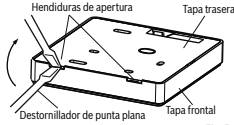

Fig. 5
1. Introduzca un destornillador de punta plana en las hendiduras de apertura de la parte inferior del controlador con cable y gire el destornillador para desmontar la tapa trasera. (¡Tenga cuidado con la dirección de giro para no dañar la tapa trasera!) (Fig. 5)